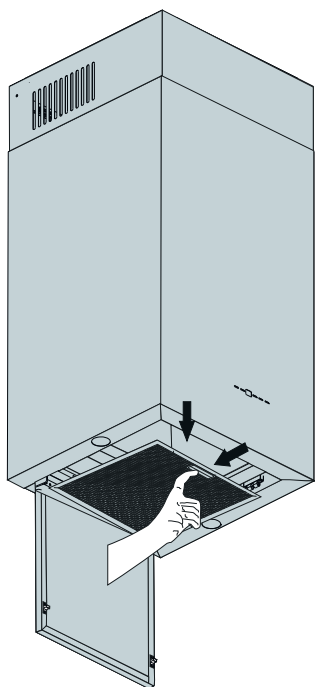

Fig. 12
1. ➤ Per togliere la piastra di aspirazione laterale, tenerla dai punti superiori destro e sinistro, quindi tirare verso il basso (Fig. 12).
Aprire il blocco filtro cartuccia in alluminio premendo l'aletta e togliendola dall'attacco (Fig. 12).